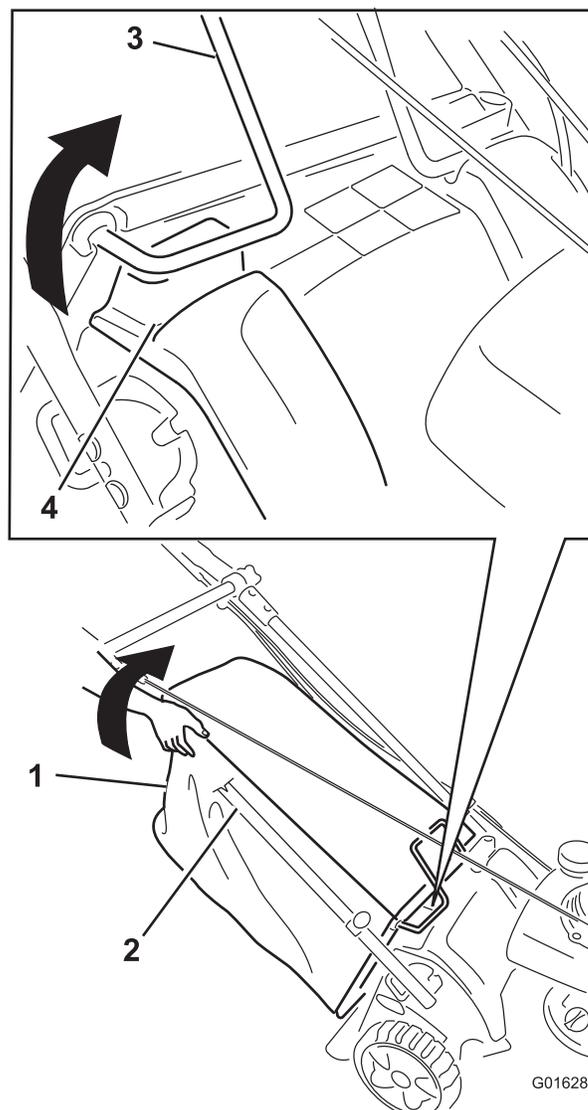

Figure 56
5. Moteur en marche, soulevez le coin supérieur arrière droit du bac à herbe jusqu'à ce que l'armature du bac du côté supérieur avant droit soit complètement sortie de la fente droite (Figure 56). **Le moteur doit s'arrêter.**